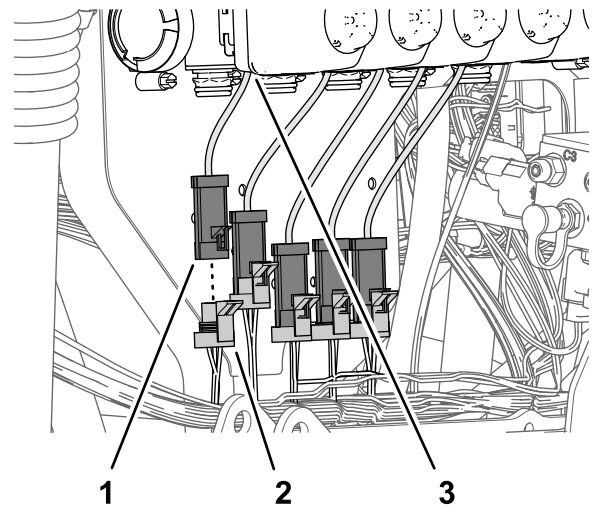

Рисунок 116
2. Подсоедините 3-гнездовой разъем (Рисунок 116) ответвления жгута проводов длиной 89 см из комплекта с маркировкой NOZZLE VALVE 1 (клапан сопла 1) к 3-штыревому разъему самого левого привода клапана (положение 1).
3. Подсоедините 3-гнездовой разъем (Рисунок 116) ответвления жгута проводов длиной 89 см из комплекта с маркировкой NOZZLE VALVE 2 (клапан сопла 2) к 3-штыревому разъему привода клапана (положение 2).
4. Подсоедините остальные 3-гнездовые разъемы ответвления жгута проводов длиной 89 см из комплекта к 3-штыревым разъемам приводов клапанов (Рисунок 116).